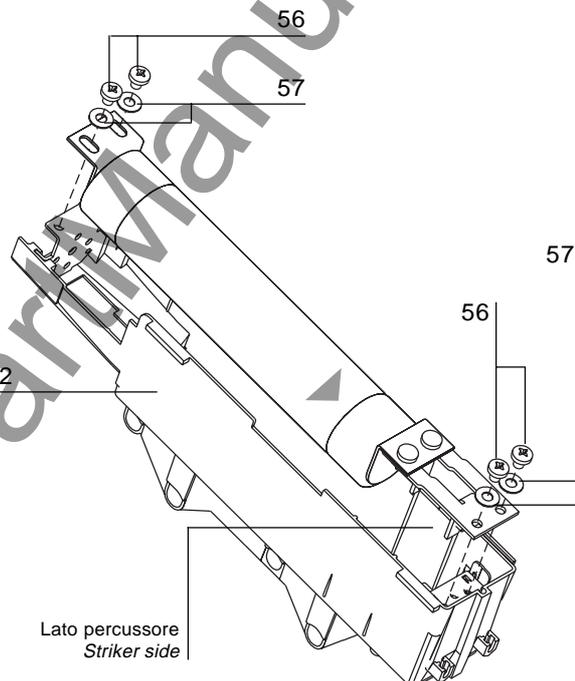

Fig. 16b
**Posizionare le viti senza testa (54) solo come da disegno.**
**b) Montaggio dei fusibili (fig. 16b)**
**Only position the grub screws (54) as shown in the drawing.**
**b) Assembly of the fuses (fig. 16b)**